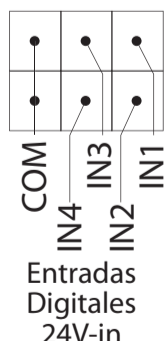

Figura 2
- Cuatro entradas digitales optoacopladas de uso general. (conexión ver figura 2).